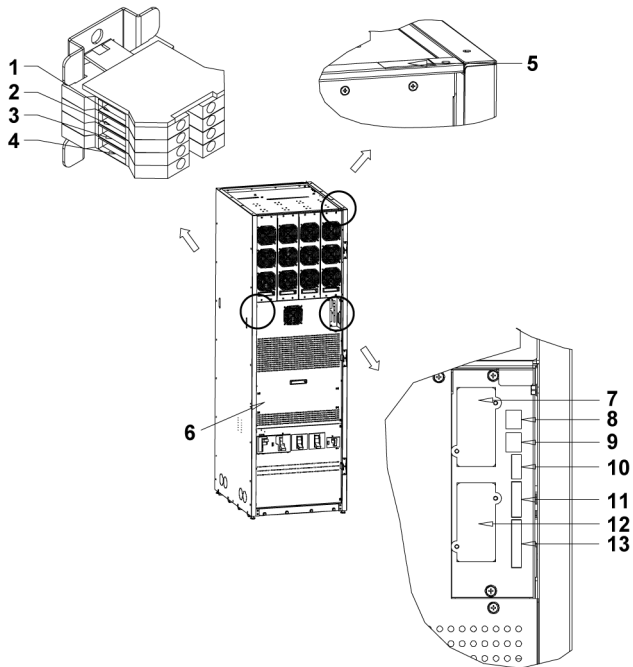

Figura 22. Posizioni morsetti di interfaccia
2. Per individuare i morsetti corretti e analizzare i requisiti di cablaggio, consultare la sezione 4.3.3, la tabella 14, la figura 22 e la figura 23.
- b. Disporre il cablaggio sul relativo accesso, vedere Figura 22. Fissare il cablaggio ai quattro fermagli di montaggio in dotazione con delle fascette.
2. Disporre e installare la LAN e altri cavi sulle schede Mini-Slot adeguate. Vedere la figura 22.
Vedere la Figura 22 per il morsetto dell'UPS per il relè OVT dell'interruttore di esclusione della batteria esterno e le informazioni di stato dell'interruttore.
4. Disporre il cablaggio dell'EPO remoto sulla morsettiera, vedere Figura 22.